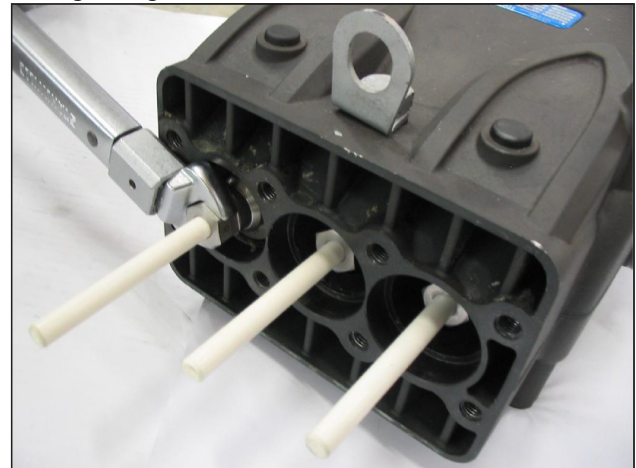
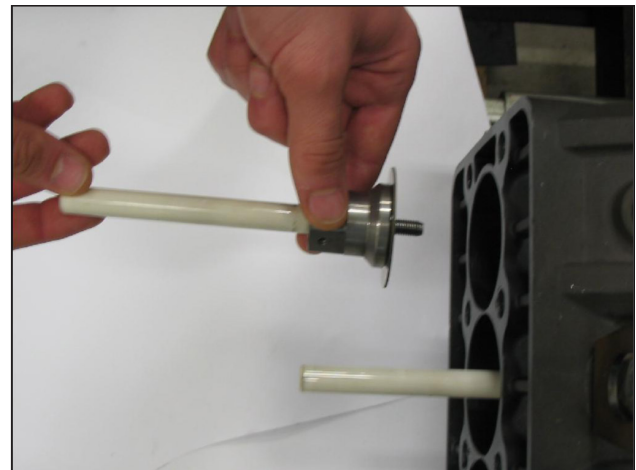

Fig. 28
Fig. 29
- Déposer les éléments de pompage à l'aide d'une clé à fourchette et vérifier s'ils sont usés, comme le montrent les Fig. 28 et Fig. 29, les remplacer si nécessaire.